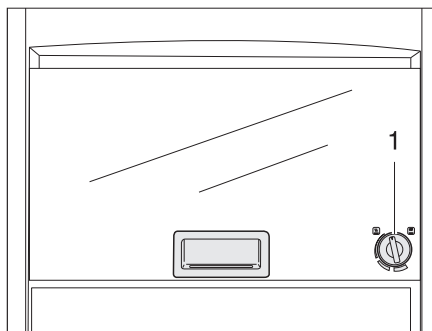

Bild 344 Gasugn (Dometic)
- Tryck lätt på vridregulatorn (Bild 344,1) och vrid den åt vänster till valfritt läge.
- Vrid vridregulatorn (Bild 344,1) till "O". Flammen slocknar.